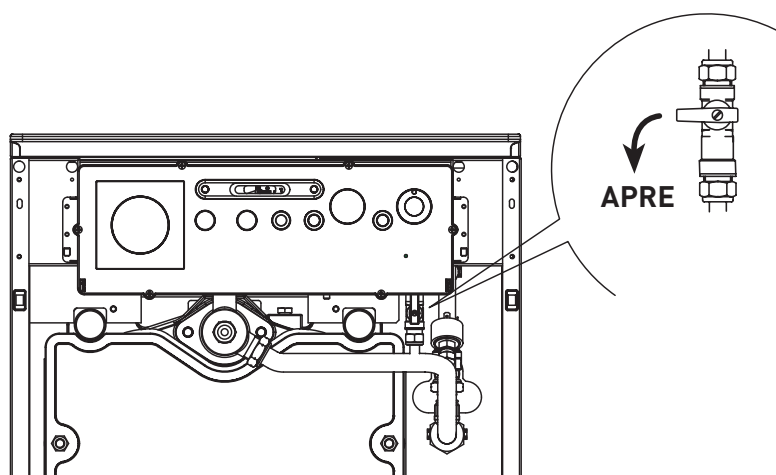

Fig. 4
2.2.1 Riempimento impianto (fig. 4)
Ultimata la fase di riempimento riportare la vite nella posizione iniziale. Al termine dell'operazione controllare che il rubinetto sia chiuso (fig. 4).